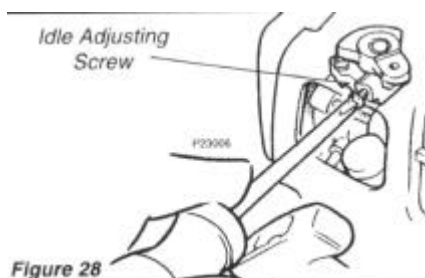

Figure 28
2. Als het snijgedeelte blijft draaien terwijl de motor stationair loopt, verlaag dan het toerental door de afstelschroef van het toerental tegen de klok in te draaien. Zie fig. 28.